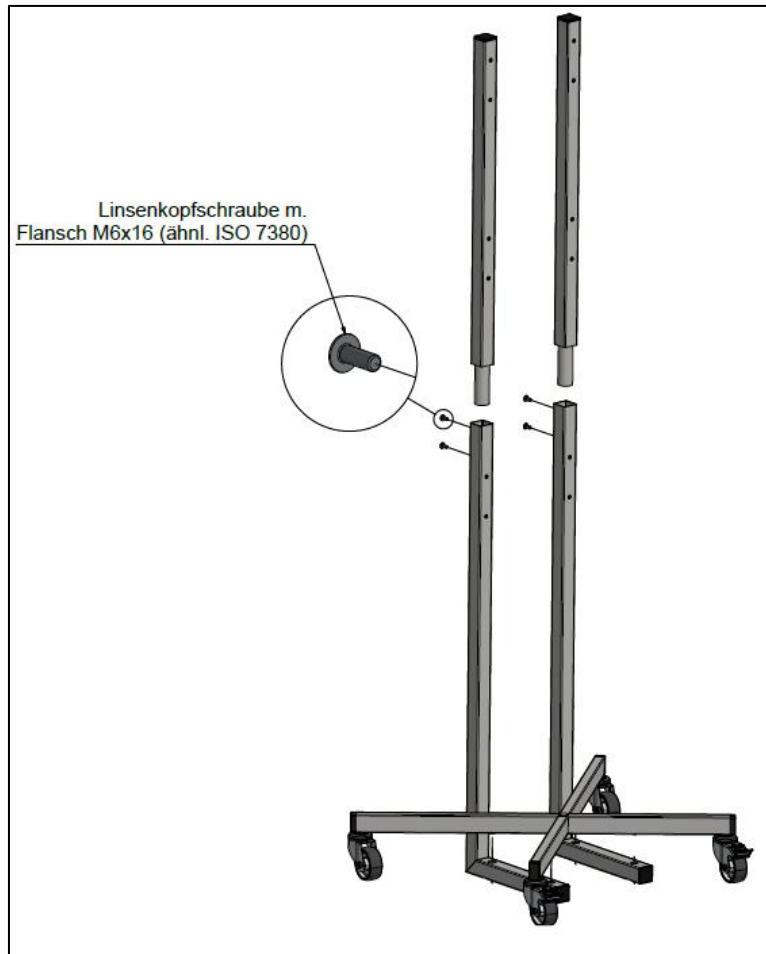

Abbildung 5: Verbinden der Vierkantprofile mit Einschub mit den L-förmigen Vierkantprofilen
3. Verbinden Sie nun die beiden Vierkantprofile mit Einschub mit den L-förmigen Vierkantprofilen. Benutzen Sie hierzu die Linsenkopfschraube m. Flansch M6x16 (ähnl. ISO 7380), wie in Abbildung 5 zu sehen.